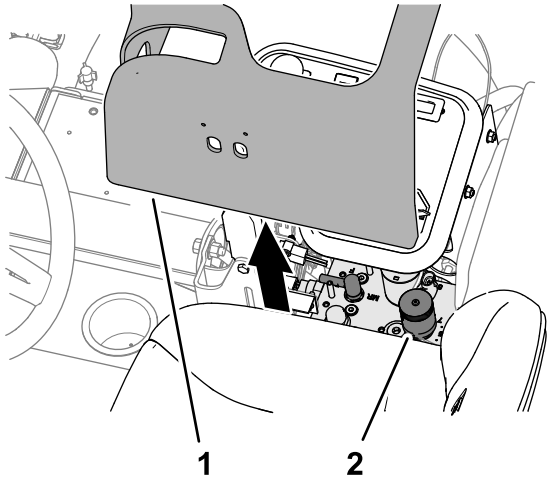

Figura 49
2. Retire la cubierta del brazo de control (Figura 49).